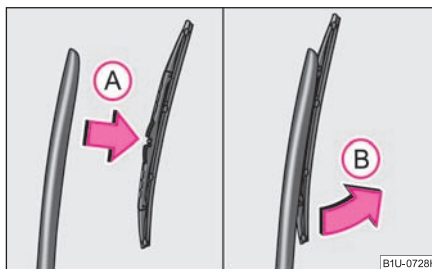

Fig. 52 Escobilla de la luneta posterior
- Aparte el brazo de la escobilla, abatiéndolo ⇒ **fig. 52**.